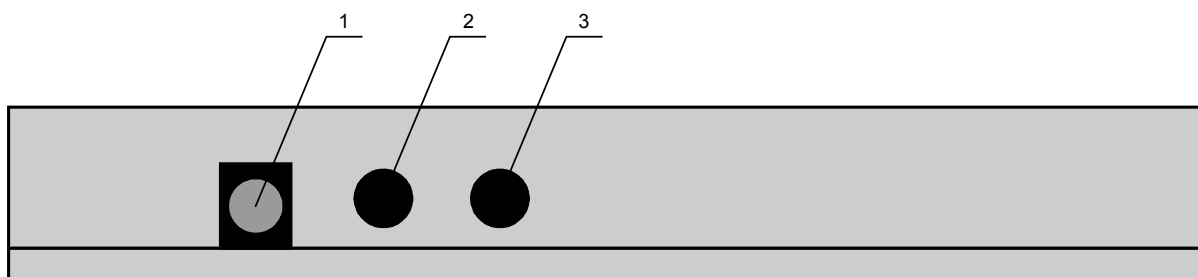

Bild 3. Ansicht der Seitenwand des AMX 710-Gerätes.
- Anschluss für die externe Spannung mit dem Wert von 12V zum Speisen des Gerätes (1 Bild 3), Ausgang der Beleuchter- (2 Bild 3) sowie der Empfängerleitungen (3 Bild 3).
1. Der Bediener muss die Speisungsquelle wählen und diese an den Anschluss 1 (Bild 3) an den Seitenwand der Steuerungseinheit anschließen.